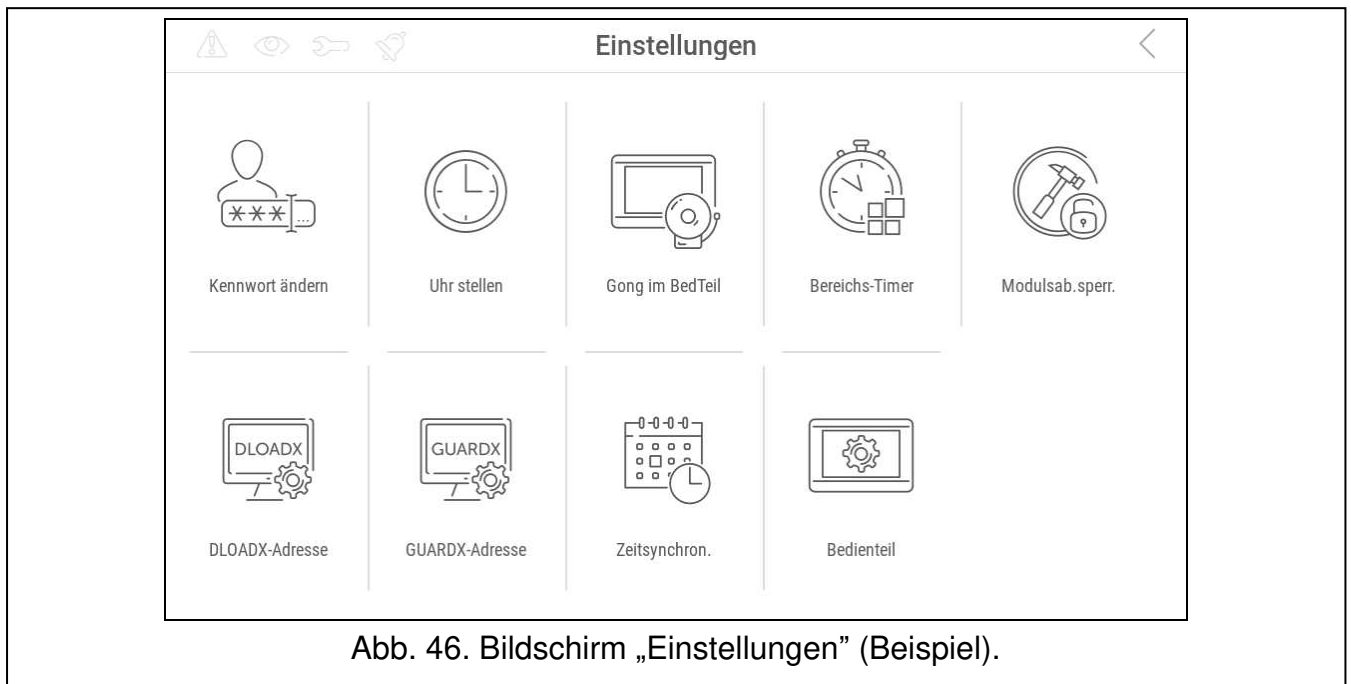

Abb. 46. Bildschirm „Einstellungen“ (Beispiel).
5. Tippen Sie auf die Funktion „Einstellungen“. Es wird der Bildschirm „Einstellungen“ angezeigt (Abb. 46).